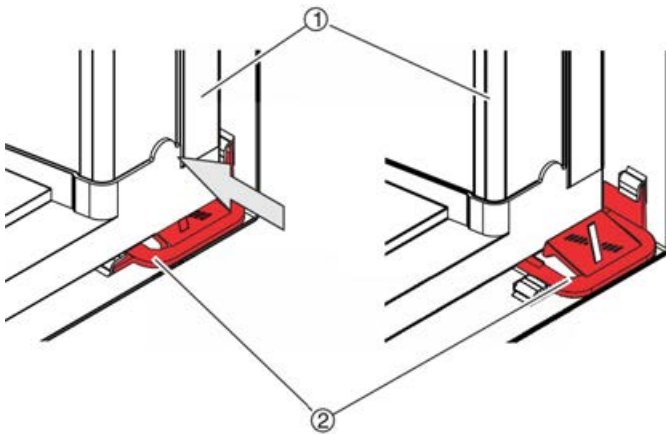

Abb. 22: Filterelement einrasten
6. ▶ Das Filterelement ( Abb. 22 /1) über die Klemmen ( Abb. 22 /2) weiter einschieben, bis das Filterelement hörbar einrastet.